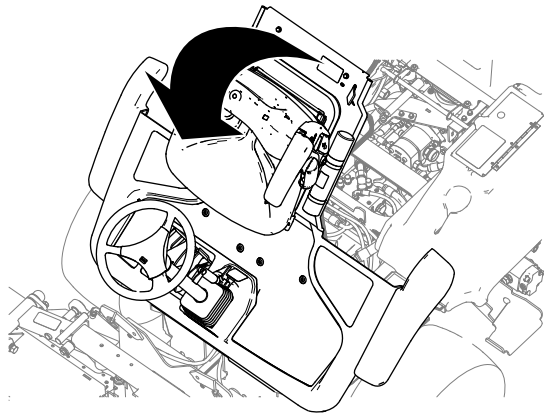

Figura 43
2. Elevação da plataforma (Figura 43).